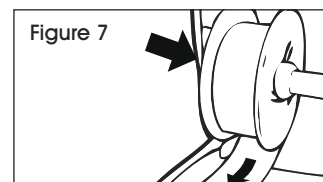

Figure 7
6. Insérez la bobine d'étiquettes dans la fente du capot de l'imprimante, les étiquettes sortant à partir du dessous du rouleau. (Voir Figure 7)